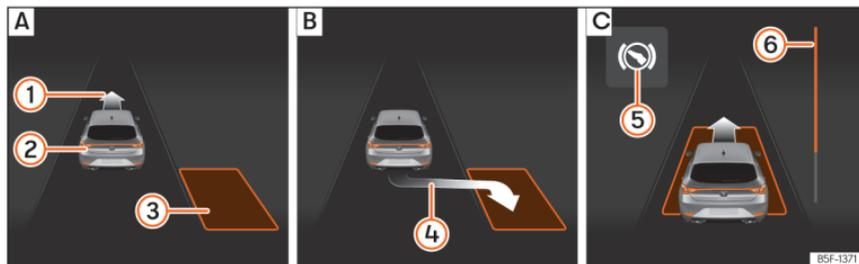
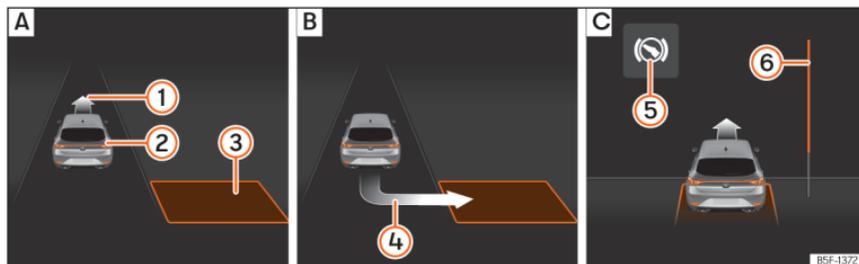

Abb. 200 Am Bildschirm des Kombi-Instruments: längs einparken. [A] Parklücke suchen. [B] Position zum Einparken. [C] Rangieren.
Abb. 201 Am Bildschirm des Kombi-Instruments: quer einparken. [A] Parklücke suchen. [B] Position zum Einparken. [C] Rangieren.
- Schauen Sie auf der Bildschirmanzeige im Kombi-Instrument, ob die Parklücke als „geeignet“ erkannt wurde und ob die korrekte Position zum Einparken »» **Abb. 200** [B]
oder »» **Abb. 201** [B] erreicht wurde. Die Parklücke wird als „geeignet“ betrachtet, wenn auf dem Bildschirm des Kombi-Instruments die Anzeige zum Einparken erscheint ④.
• Fahren Sie rückwärts, bis das Dauertonsignal des ParkPilot ertönt; **ODER:** fahren Sie zurück, bis auf dem Bildschirm des Kombi-Instruments die Anzeige für Vorwärtsfahren »» **Abb. 200 [C]** oder »» **Abb. 201 [C]** erscheint; **ODER:** fahren Sie zurück, bis am Bildschirm des Kombi-Instruments die Meldung **Park Assist beendet** erscheint. Die Fortschrittsanzeige **⑥** zeigt den zurückzulegenden Abstand an »» **Seite 307**.
Parklücke zentriert ist »» **Abb. 200 [C]** oder »» **Abb. 201 [C]**.
»» **Abb. 200 ⑥** und »» **Abb. 201 ⑥** im Display des Kombi-Instruments zeigt symbolisch die noch zu fahrende relative Fahrstrecke an. Je länger die Distanz ist, desto größer ist der Füllstand des Fortschrittsbalkens. Bei Vorwärtsfahrt nimmt die Füllung des Fortschrittsbalkens nach oben ab und bei Rückwärtsfahrt nimmt die Füllung des Fortschrittsbalkens nach unten ab.